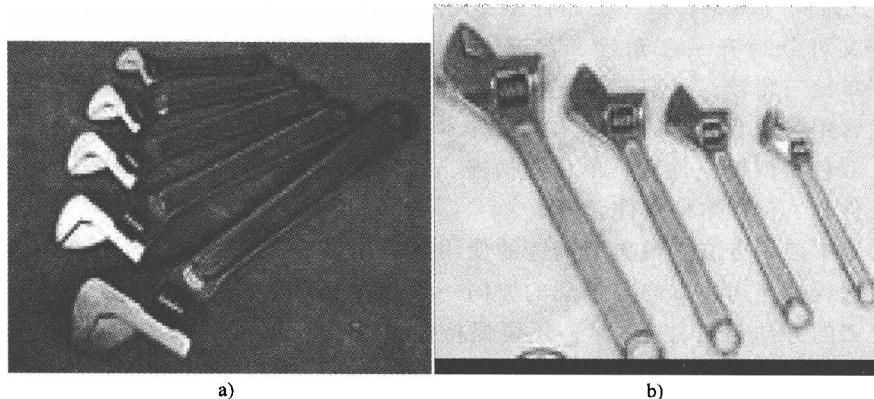

图 1-16 活扳手
(2) 活扳手 活扳手又称为活络扳手，通常用于旋紧或旋松有角螺钉及螺母。活扳手的结构如图 1-16 所示，包括手柄、头部固定钳口、头部活动钳口和调节蜗杆四部分。